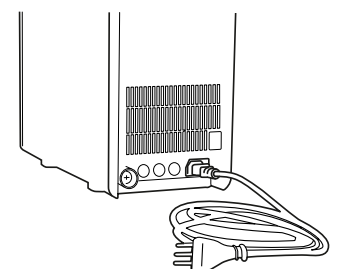

Fig. 16-1
20.10 - Inserire la presa IEC del cavo di alimentazione elettrica in dotazione nella spina IEC posizionata alla base del lato posteriore dell'apparecchio, nell'apposito vano allacciamenti, Fig. 16-1.